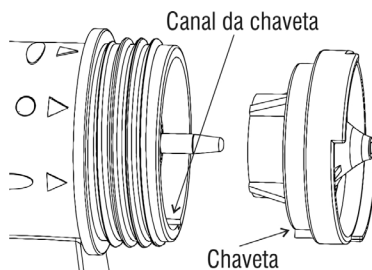

Fig. 10 - Montagem da capa de ar
- Para remontar a capa de ar deve-se encaixar a chaveta de posicionamento no seu encaixe, conforme Fig. 10. Remonte os demais componentes;